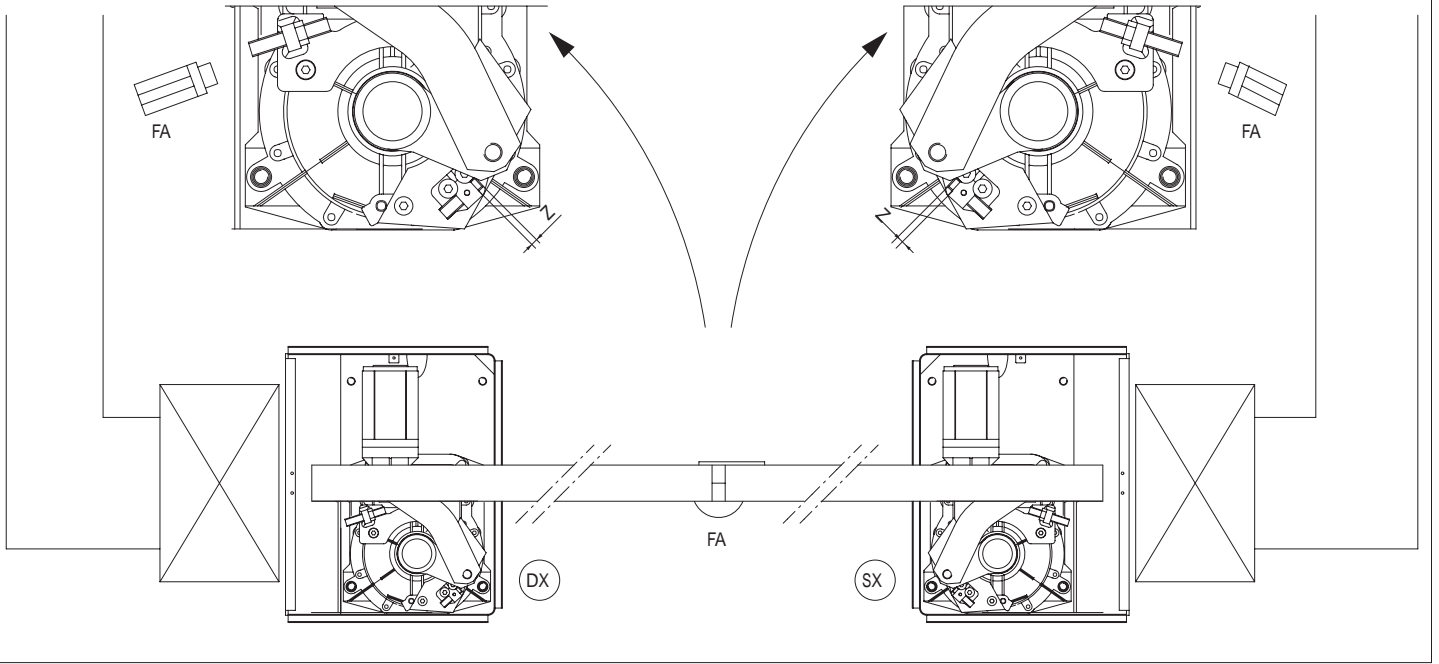

Рис. 9
- Установите рычаги на трубу А как указано на рис. 9. Если высота смонтированных рычагов недостаточна, то установите дополнительно прокладку S как на рис.5.
• Закрепить пластину на моторедукторе 4 винтами как на рис. 6В. После установки моторедуктора в корпус подсоедините блок управления, чтобы иметь возможность переместить ручку на выходе и затем закрутите 2 винта M8 (рис. 9).
• Моторедуктор крепится в корпусе в положении, указанном на рис. 9 с использованием 4-х ранее снятых гаек.
• Пропустите кабель счетчика концевиков так, чтобы крылышки прямо касались подвижных частей (рис.9).
• Смажьте втулку, в которой проходит труба А, а также втулки ручки рис.9.
- После 8000 маневров или каждые 5 лет заменяйте упор В рис. 9, тщательно очищайте посадочное место и заменяйте полностью старую смазку на новую.